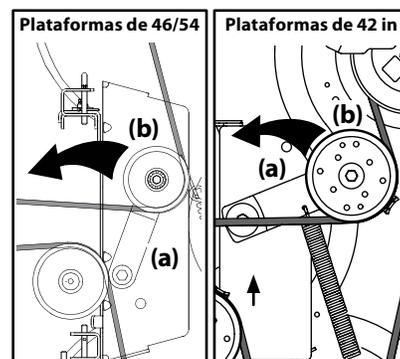

Figura 4-9
- b. Desde la parte media del tractor, haga girar el soporte de polea loca (a) y la polea loca móvil (b) hacia atrás, separándola de la parte posterior de la correa en 'V' a una distancia suficiente que permita levantar la correa, por encima de la polea loca (b). Consulte la Figura 4-9.